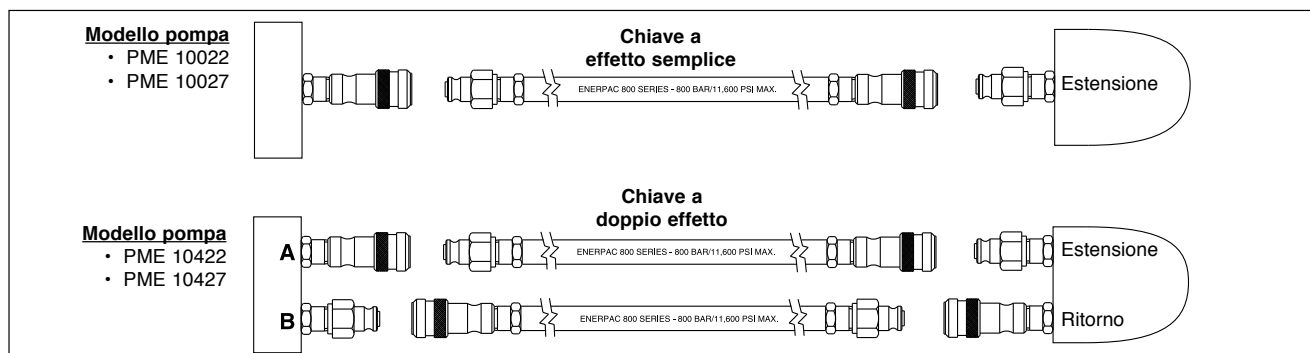

Figura 4: Diagramma di accoppiamento
2. Collegare l'altra estremità del tubo flessibile al giunto rapido della chiave, come illustrato nella figura 4 a pagina 22.
- Giuntare i tubi flessibili alla chiave, come illustrato nella figura 4. Se si utilizza una combinazione di pompa e chiave Enerpac, i tubi flessibili e i giunti rapidi della serie 800 sono stati concepiti in modo che sia possibile collegare le bocche di estensione e di ritorno della pompa solamente alle rispettive bocche della chiave.